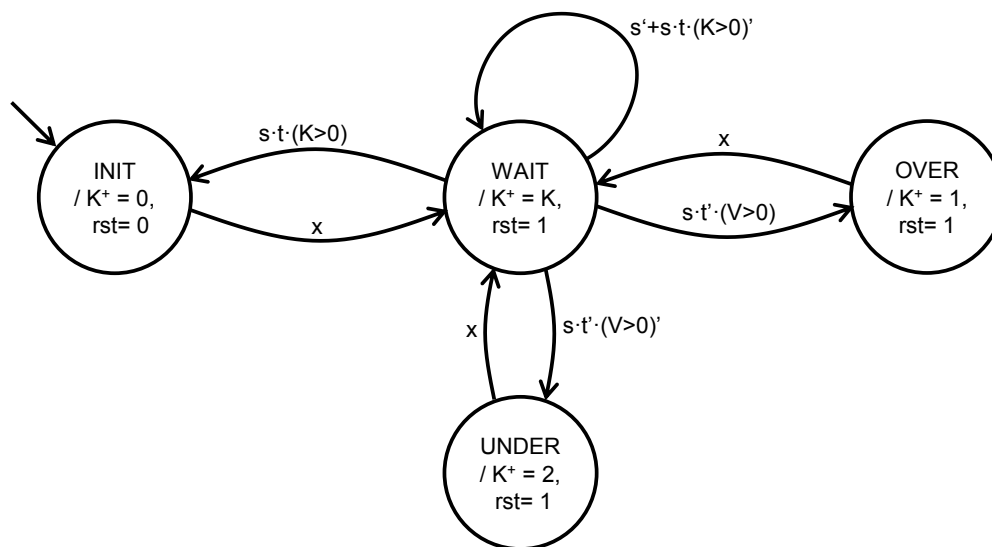

Fig. 1. EFSM del módulo de control que se ha elegido.
- a) [15%] A partir del grafo de la EFSM de la fig. 1 completéis, en el cronograma siguiente,
b) [15%] Obtened las tablas de transiciones y de salidas de la EFSM de la fig. 1, así como las codificaciones binarias de los estados y las salidas correspondientes.